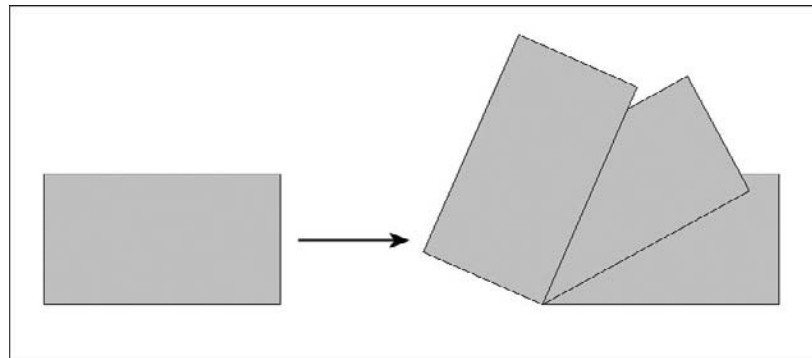

Fig.6.25
- 1 Exécuter la commande de rotation à l'aide d'une des méthodes suivantes (fig.6.25) :